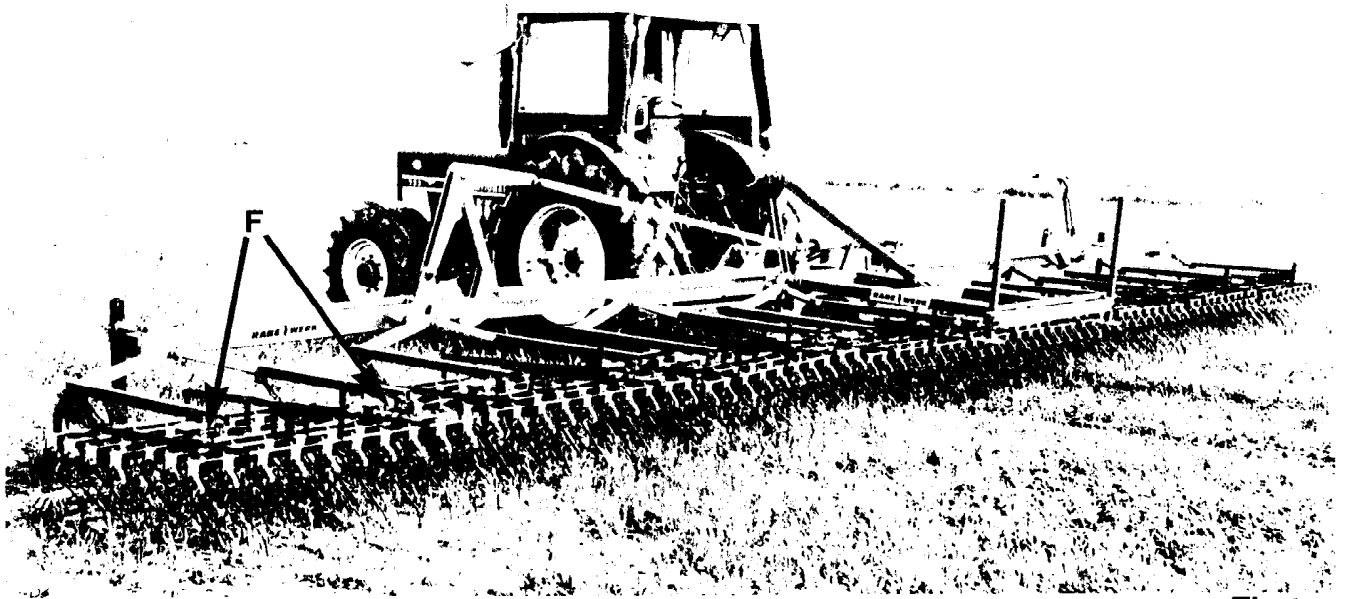
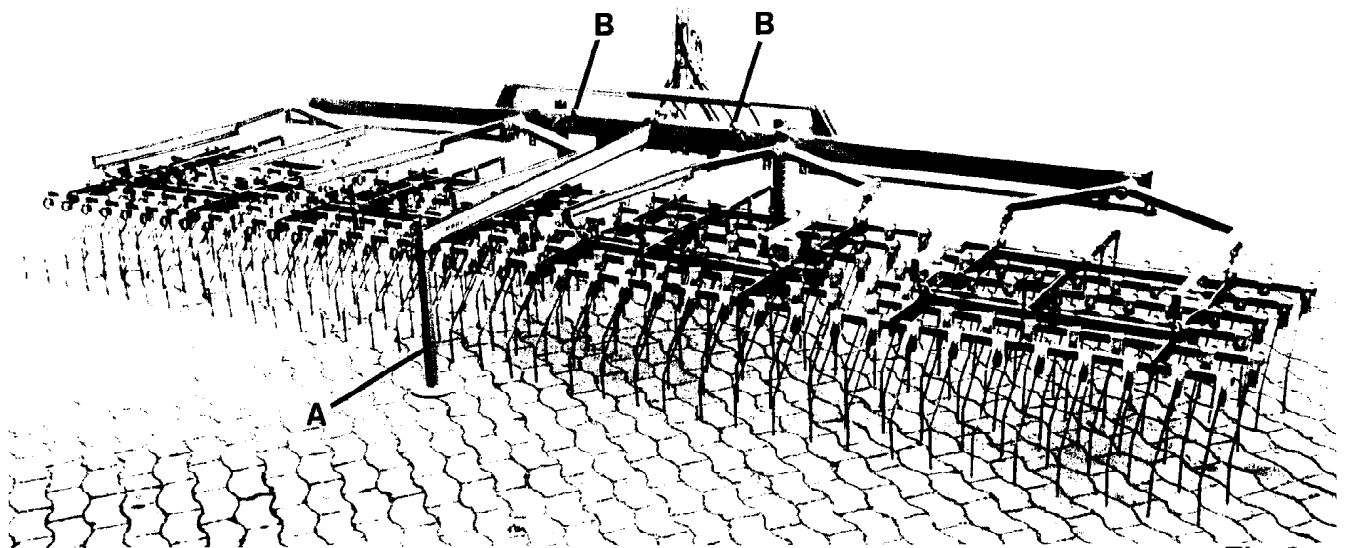

Fig.1
Fig.2
Mettere in alto il supporto di arresto (A. Fig. 2 + 3).
Chiudere attrezzi ribaltabili; prima mettere i due ganci per bloccare (B, Fig. 2 + 3) nella posizione "fuori". Quando si chiude, sbarramento automatico; controllare lo sbarramento!
POSIZIONE DI LAVORO (Fig. 1: SER 1200; Fig. 2: SER 600)
Aprire attrezzi ribaltabili; prima mettere i due ganci di sbarramento in posizione "dentro" (B, Fig. 2 + 3; per prendere via il peso dei ganci, lasciare il mezzo pilota prima un momento in posizione "sollevare/chiudere").
b) indietro - con lunghezza del braccio superiore; corrispondente caricare il pezzo striglia (F, Fig. 1).
(Fig. 2 + 7: SER 600; Fig. 8: SER 450)
Cambiare in tempo i dischi della pressione della trave pendolare quando sono logorato (F, Fig. 1).